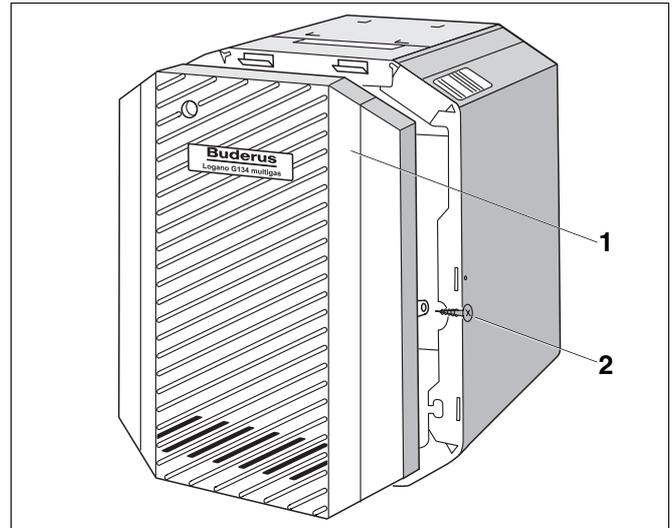

Abb. 8 Kesselvorderwand abnehmen
- Sicherungsschrauben (Abb. 8, **Pos. 2**) links und rechts aus den Seitenwänden herausdrehen.
- Kesselvorderwand (Abb. 8, **Pos. 1**) anheben und nach vorne abnehmen.